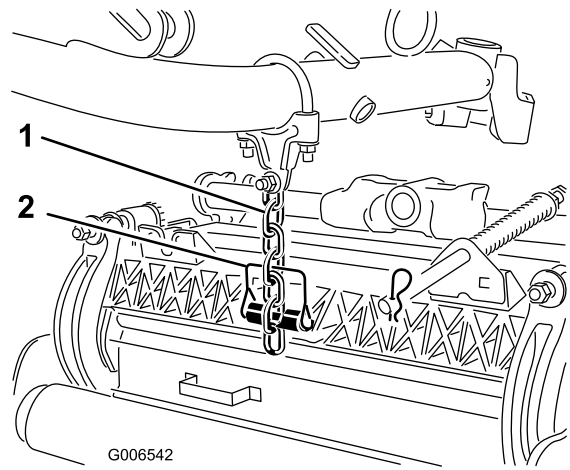

Figure 19
7. Fixez la chaîne du bras de relevage au support de chaîne du plateau de coupe (Figure 19) avec la goupille élastique comme suit .